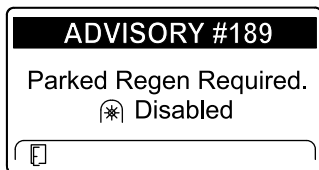

Рисунок 73
- Если вы не выполните стационарную регенерацию в течение 2 часов, дисплей инфо-центра отобразит сообщение «Требуется стационарная регенерация — вал отбора мощности выключен» — ИНФОРМАЦИОННОЕ СООБЩЕНИЕ № 189 (Рисунок 73).